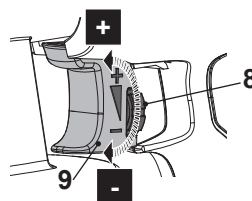

Fig. 5
- > Gire el botón de ajuste del fluido (8) en el sentido de las agujas del reloj para aumentar el volumen de la salida de fluido y en el sentido contrario para disminuir el volumen de la salida de fluido (Fig. 5) (cuando se ve desde la posición del usuario).